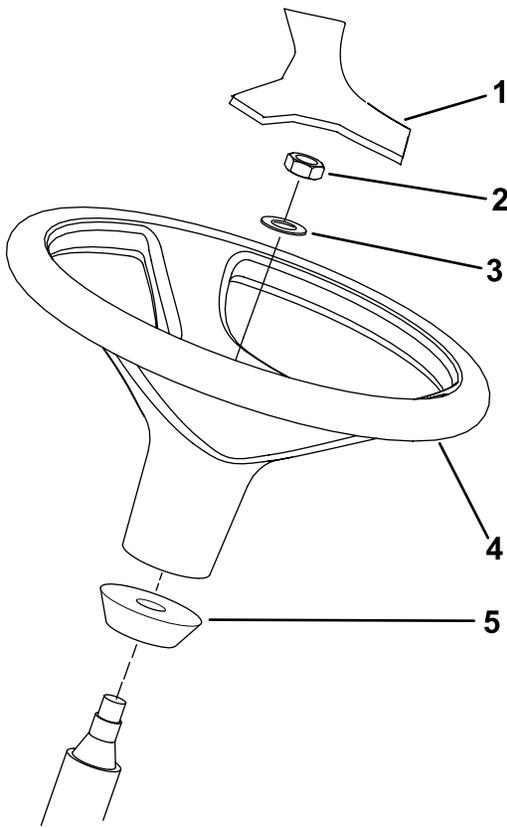

図 13
- 1. 出荷台からハンドルを外す。 図 13
**注** ステアリングシャフトについているウレタン製のカラーは外さないでください 図 13。
- ハンドルとワッシャをステアリングシャフトにはめ込む (図 13)。
- ハンドルにカバーを取り付ける (図 13)。